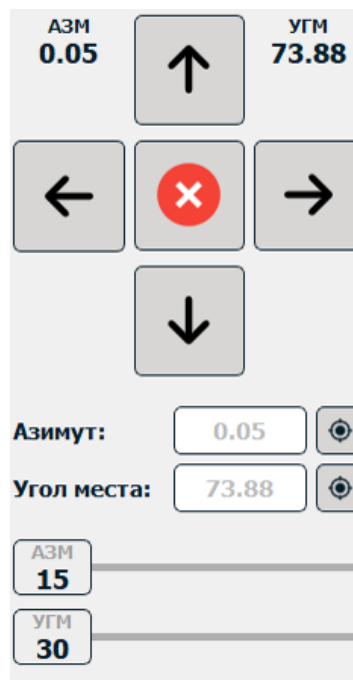

Рисунок 19 – Панель управления и контроля телеметрии
3.3.3.2.4 Панель управления и контроля телеметрии (рисунок 19)